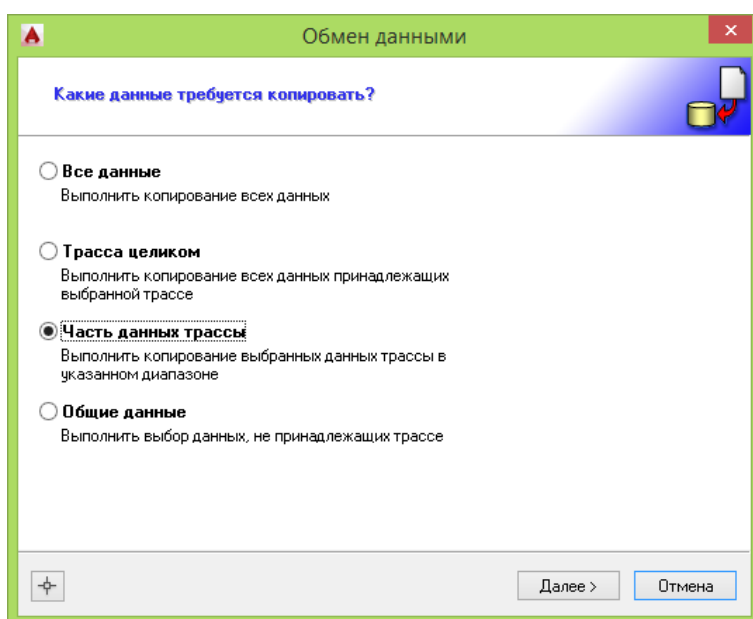

Рис. 13. Обмен данными - выбор данных.
4. *Примечание.* Если длина трассы была изменена, необходимо выбрать режим копирования *Часть трассы* (см.Рис. 13) и включить флажок *Обновить диапазон чертежа*. В результате чертеж будет перерисован с учетом «новой» длины трассы.